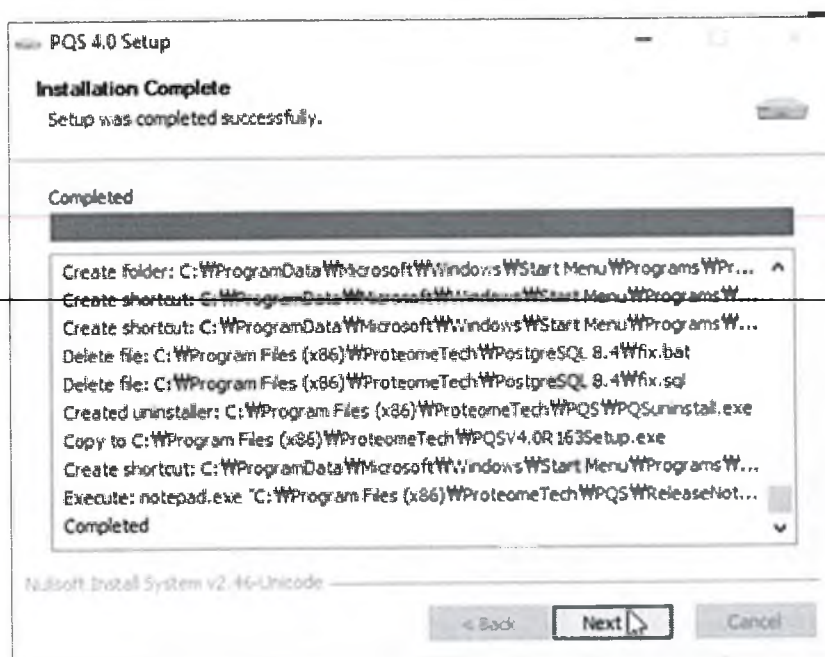

Рисунок 18
7.17.11 По завершении установки следует нажать кнопку «Далее» (Рисунок 18).